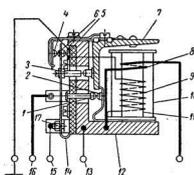

Рис. 11. Реле-регулятор:
**Реле-регулятор. Устройство.** На мотоциклах "Ява" установлены регулятор напряжения и реле обратного тока, объединенные в один узел, называемый реле-регулятором (рис. 11). Реле-регулятор укрепляется винтами непосредственно на статоре генератора.
Показания прибора при нормальной работе регулятора напряжения должны быть в пределах 6,5-7,2 в. Величина этого напряжения регулируется при помощи винта 17 (рис. 11), при его завинчивании величина напряжения увеличивается и наоборот.